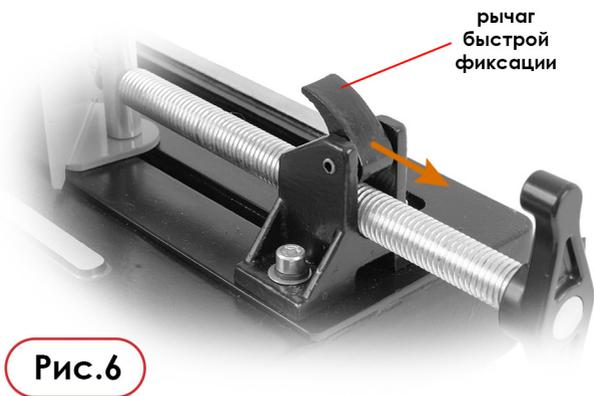

Рис.6
1. Опустите рычаг быстрой фиксации вниз, освободив резьбу ходового винта (Рис. 6).